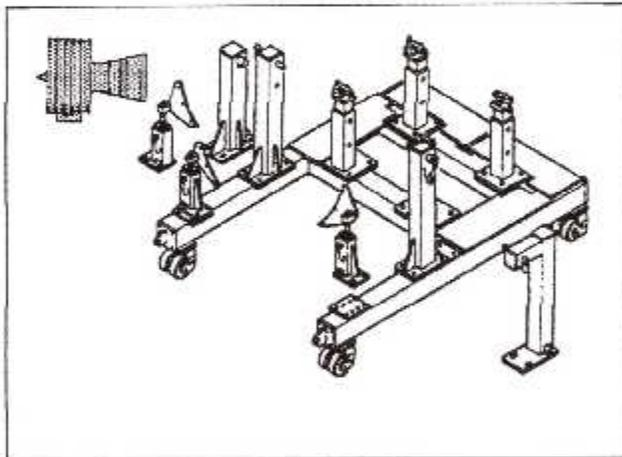
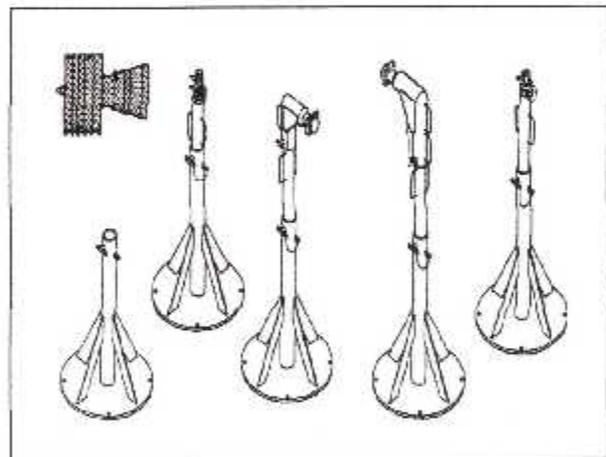

Fig. III. 7: Stand, 856A1122G17
Fig. III. 8: Support, 856A1312G02
5. Le moteur doit être installé en position horizontale sur le **stand, 856A1122G17 (fig .III. 7)** ou sur le **support, 856A1312G02 (fig. III. 8).**